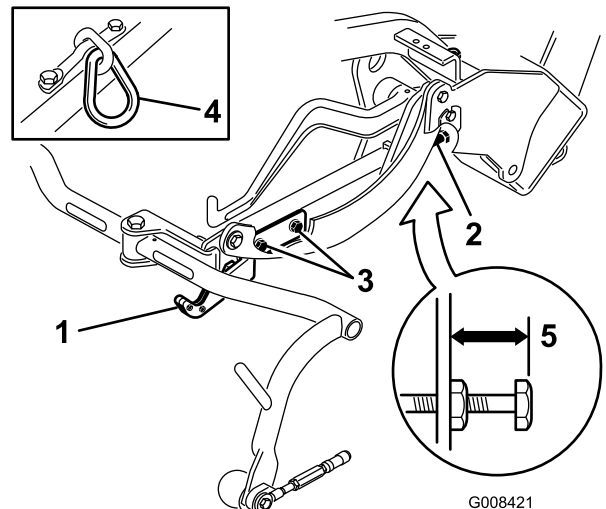
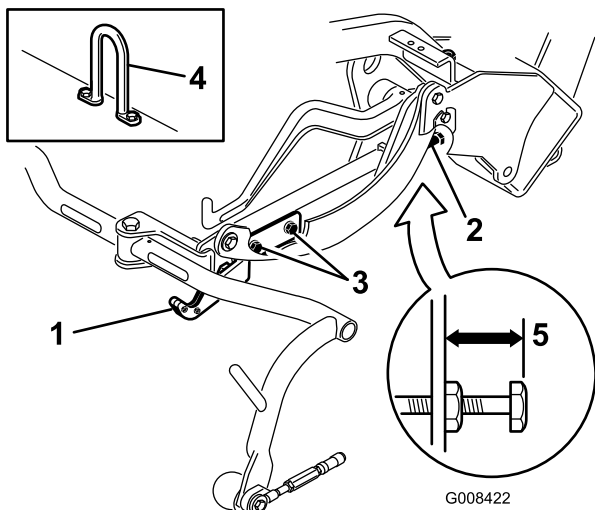
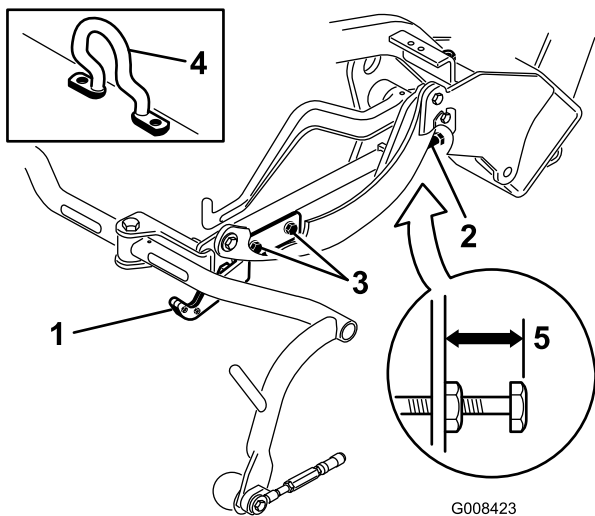

Bild 19
Bild 20
Bild 21
Prüfen Sie die Transporthöhe (Bild 19 und Bild 20) und stellen sie ggf. ein.
- An Mähwerken, die ein Kettenglied oder einen geraden Hubhaken haben (Bild 19 & Bild 20, Einsätze) müssen Sie darauf achten, dass der Abstand von der Oberkante der Einstellschraube am Trägerrahmen bis zur Rückseite des Trägerrahmens 22 mm beträgt. Sollte der Abstand nicht 22 mm sein, gehen Sie auf Schritt 4. Wenn das Mähwerk mit einen Versatzhublenker (Bild 21) ausgestattet ist, gehen Sie auf den nächsten Schritt.
3. An Mähwerken, die einen Versatzhubhaken haben (Bild 21, Einsatz) müssen Sie darauf achten, dass der Abstand von der Oberkante der Einstellschraube am Trägerrahmen bis zur Rückseite des Trägerrahmens 25 mm beträgt. Sollte der Abstand nicht 25 mm sein, gehen Sie auf Schritt 4.
4. Lockern Sie die Befestigungsschrauben an der Transportplatte (Bild 19, Bild 20 und Bild 21).
7. Wenn die Trägerrahmen nicht dieselbe Höhe aufweisen, lösen Sie die Klemmutter an der Einstellschraube des Trägerrahmens (Bild 19, Bild 20 und Bild 21). Drehen Sie die Schraube raus, um den Trägerrahmen anzuheben, oder drehen Sie die Schraube rein, um ihn abzusenken. Ziehen Sie die Klemmutter fest, wenn Sie die richtige Höhe eingestellt haben.